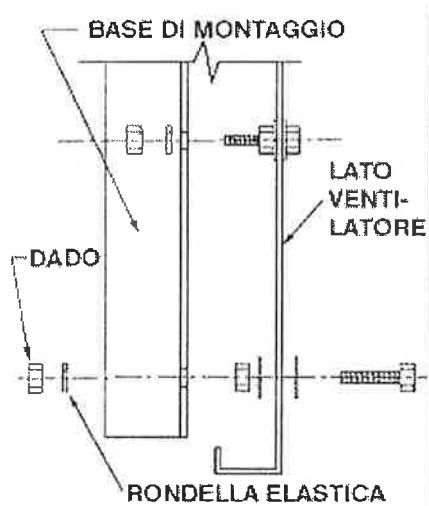

Figura 29 – Installazione della base di montaggio
2. Per installare la base di montaggio sull'unità, utilizzare viti da 8 mm. e rondelle di fissaggio (Vedi Figura 29).